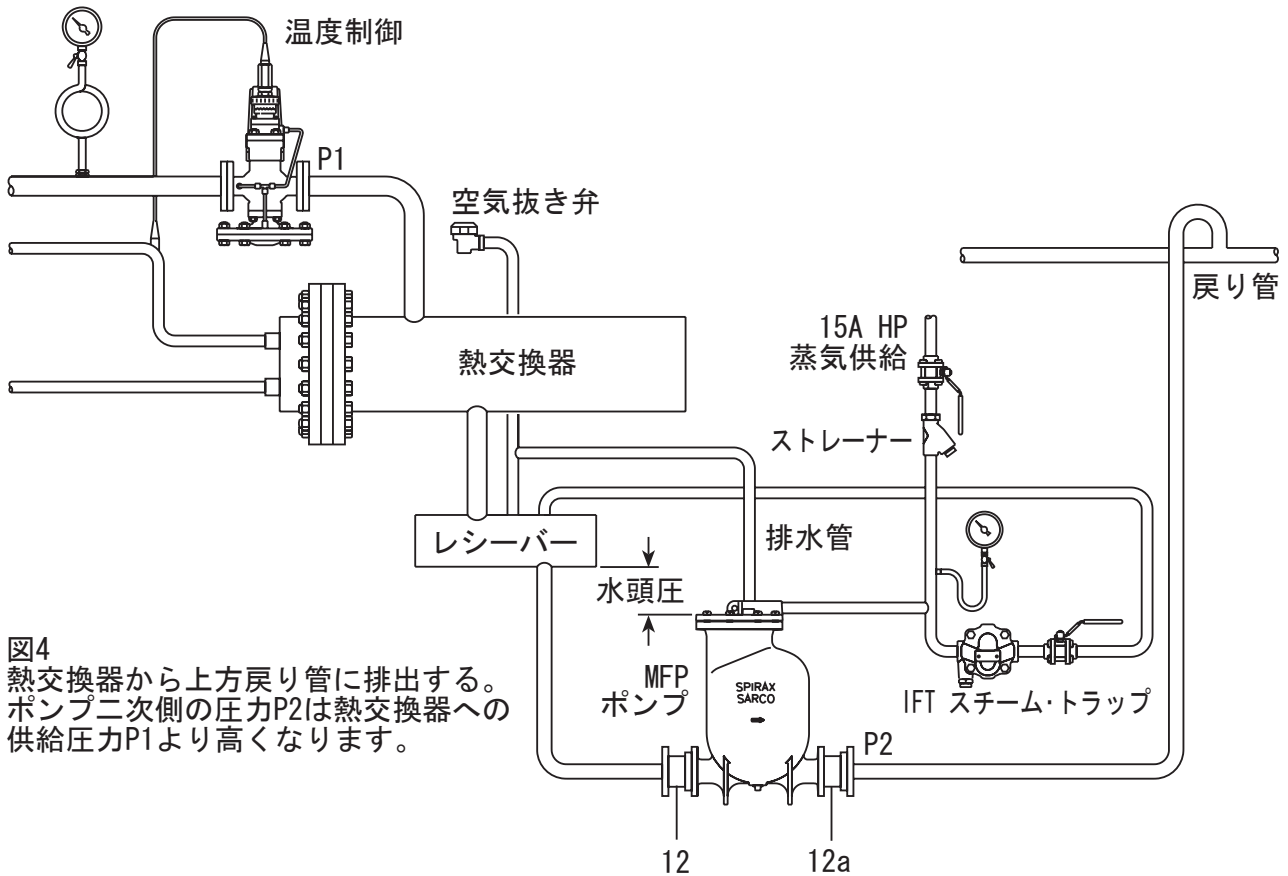

図4
1. 排気接続を垂直上向きにし、ポンプは装置の下に取り付けます。ポンプは推奨水頭圧（ポンプの上部とレシーバー/貯水管の垂直距離）が得られるように取り付けます。章4.2および図4と5をご覧ください。他の水頭圧については別紙の容量図をご覧ください。
2. ポンプが排出中に装置が浸水するのを防ぐために、開放レシーバー/貯水管の配管は図4のように水平にしてポンプの前に取り付けてください。レシーバー/貯水管の口径は14頁の表1および2をご覧ください。すべての一次側フィッティングはフル・ボアにしてください。